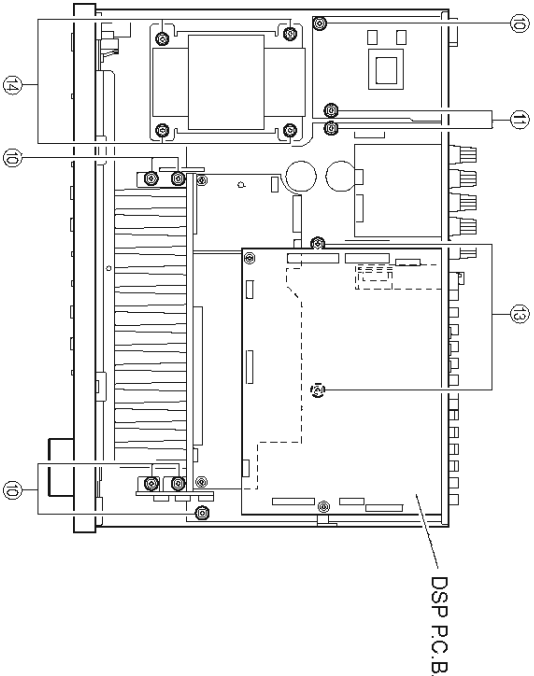

Fig. 5
- c. Remove 6 screws (⑩). (Fig. 5)
- d. Remove 2 screws (⑪). (Fig. 5)
- f. Remove 2 screws (⑬). (Fig. 5)
- g. Remove 4 screws (⑭). (Fig. 5)
- c. ⑩のネジ6本を外します。(Fig. 5)
- d. ⑪のネジ2本を外します。(Fig. 5)
- f. ⑬のネジ2本を外します。(Fig. 5)
- g. ⑭のネジ4本を外します。(Fig. 5)